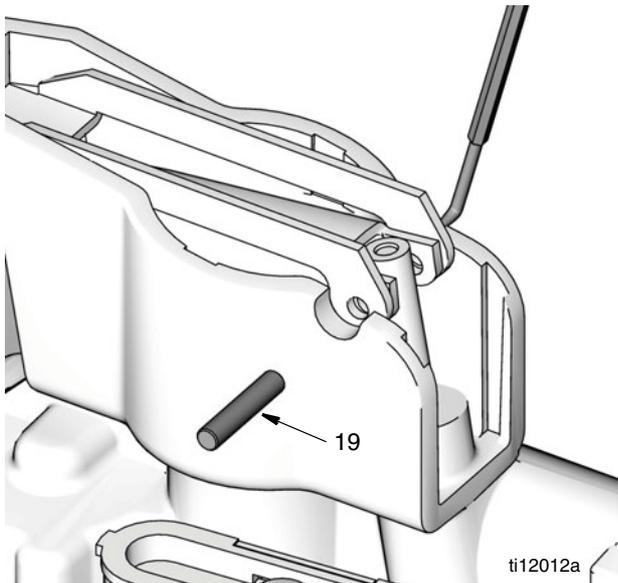

FIG. 12
- c. Utilice un pico para expulsar la clavija (19) (FIG. 12).